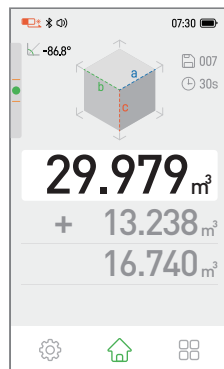

Рис. 17 Сумма объёмов
4. Короткое нажатие клавиши , чтобы сложить два результата измерения объема. Во вспомогательной области дисплея будут отображаться первое и второе значения объёма, а в основной области дисплея — их сумма, как показано на рис. 17.